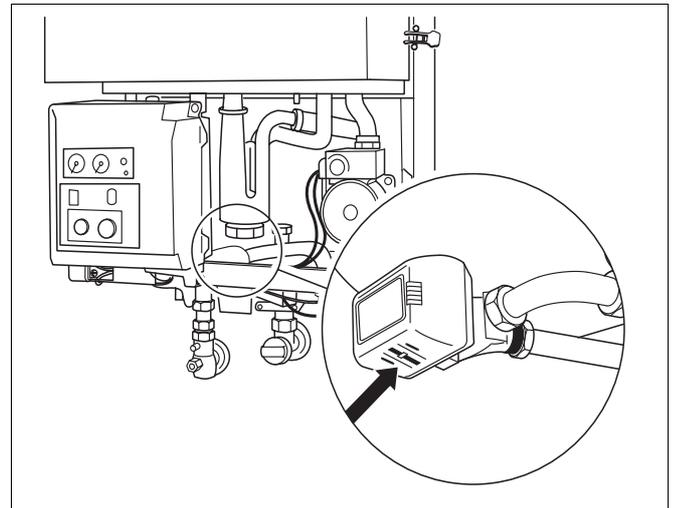

Fig. 11 Vanne à trois voies
- En cas d'appareils combinés ou appareils à boiler externe, mettre la vanne à trois voies (fig. 11) dans sa position centrale. Pour ce faire, utiliser un tournevis pour glisser le levier de la vanne à trois voies vers la droite et l'enfoncer.